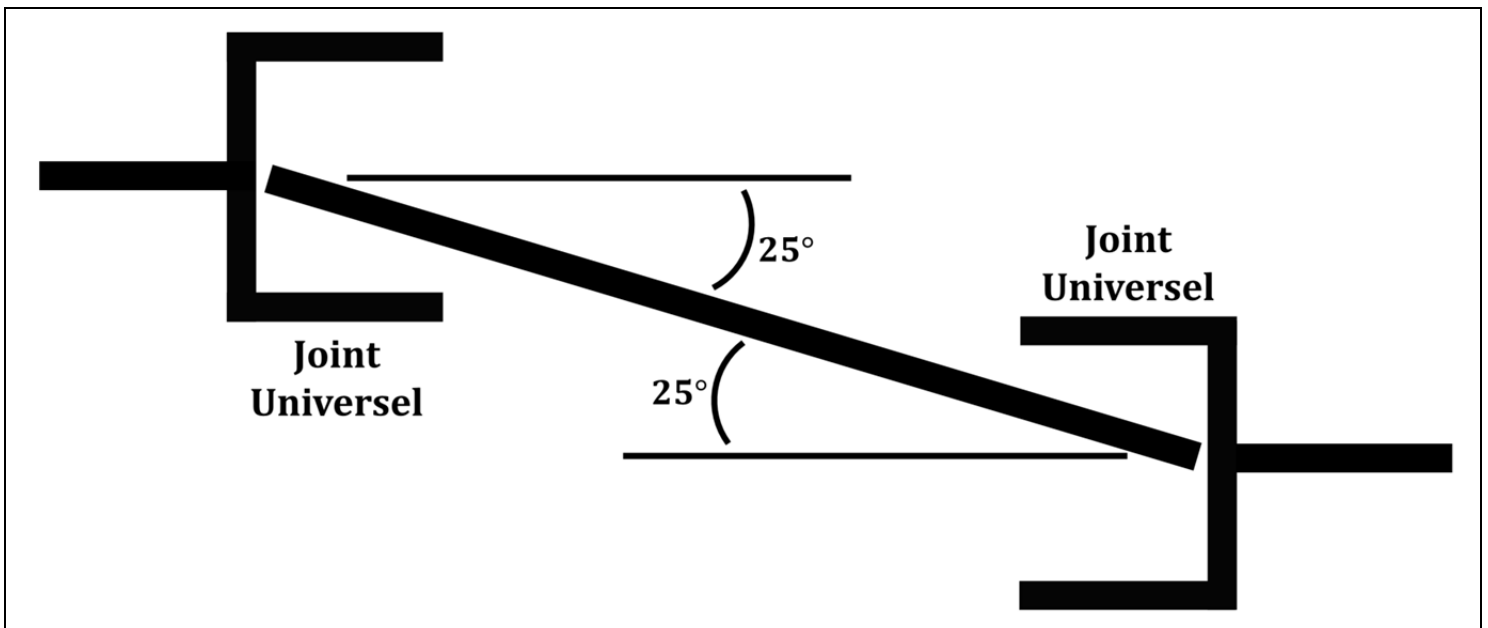

Figure 6. Angle Maximum Entre les Joints de Transmission
- e. L'angle entre les joints de transmission à chaque extrémité de l'axe ne dépasse pas 25°. Pour en savoir plus, veuillez vous reporter à la Figure 6, ci-dessous.